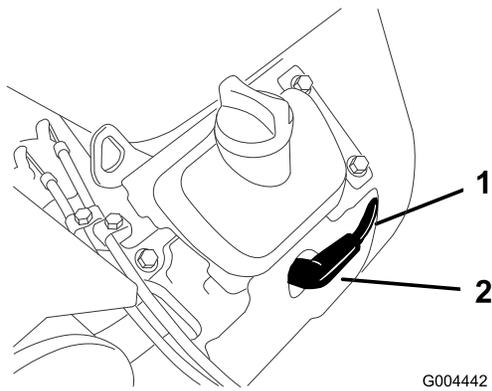

Figura 39
3. Retire el/los cable(s) de la(s) bujía(s) (Figura 39). Ahora limpie alrededor de la(s) bujía(s) para evitar que entre suciedad en el motor, lo que podría dañarlo.
3. Conecte el/los cable(s) a la(s) bujía(s) (Figura 39).